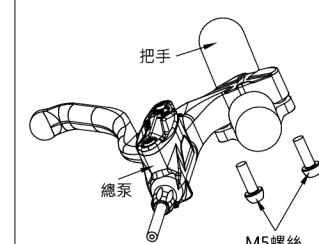

FIG.2
- 使用 4 mm 內六角扳手將總泵 M5 螺絲平均鎖附位置於把手上，調整至適當角度及位置後，以 4~6Nm (35~53 in.lbs) 扭力鎖緊(FIG.2)。